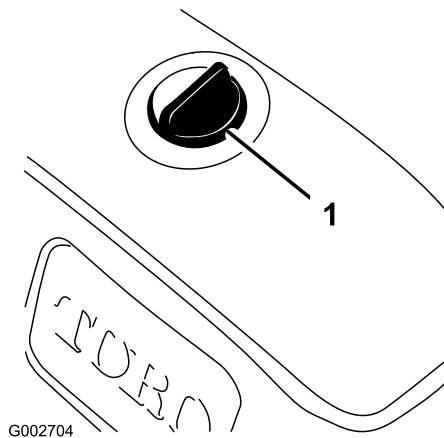

Рисунок 16
2. Очистите область вокруг крышки гидравлического бака, чтобы исключить попадание мусора в бак (**Рисунок 16**).